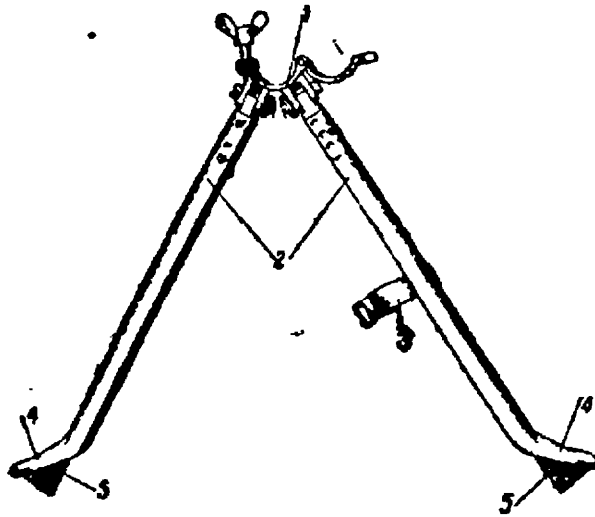

Рис. 39. Сошки:
43. Сошки (рис. 39) служат упором при стрельбе. Они состоят из хомута и двух ног с